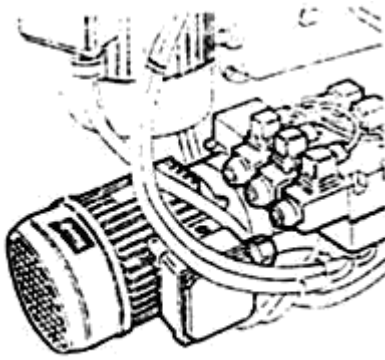

Fig5
- Подключите станок к источнику питания, включите его и проверьте, соответствует ли направление вращения мотора стрелке на нем (рис. 5).